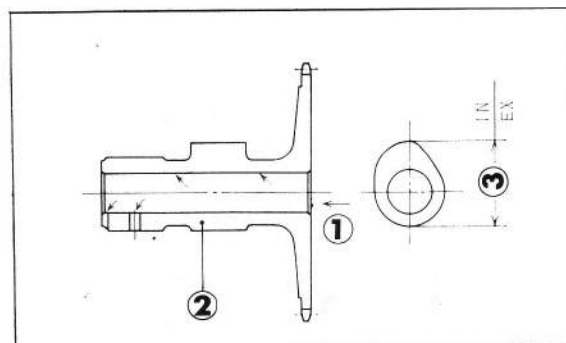

Figure 2-17: ① huile ② arbre à cames ③ hauteur totale de la came
6. ARBRE A CAMES (figure 2-17)